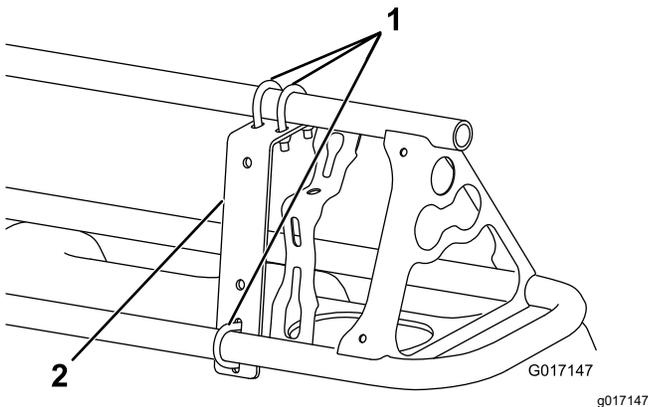
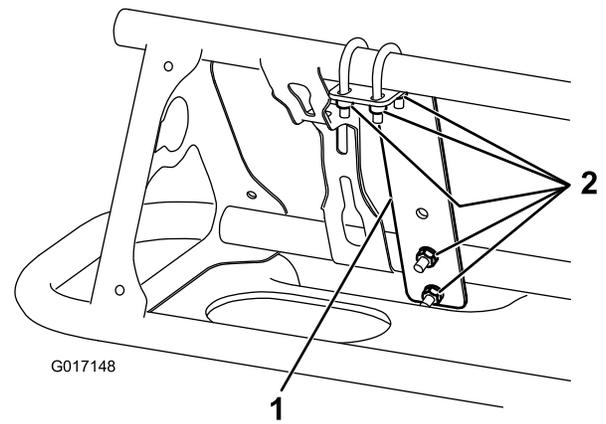

Figure 14
Figure 15
- Fixez un support sur l'avant de chaque rampe, près de la buse extérieure, (Figure 14 et Figure 15) à l'aide de 3 étriers filetés et de 6 contre-écrous (1/4").